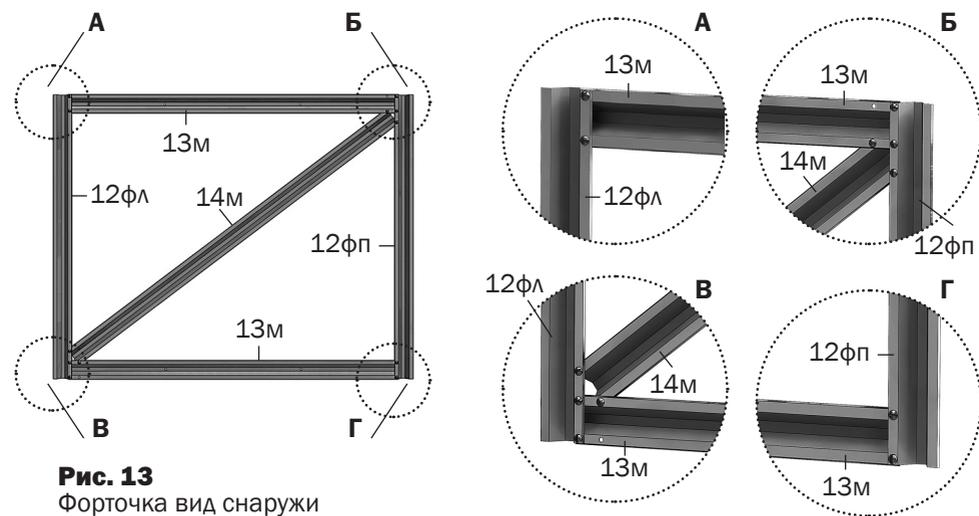
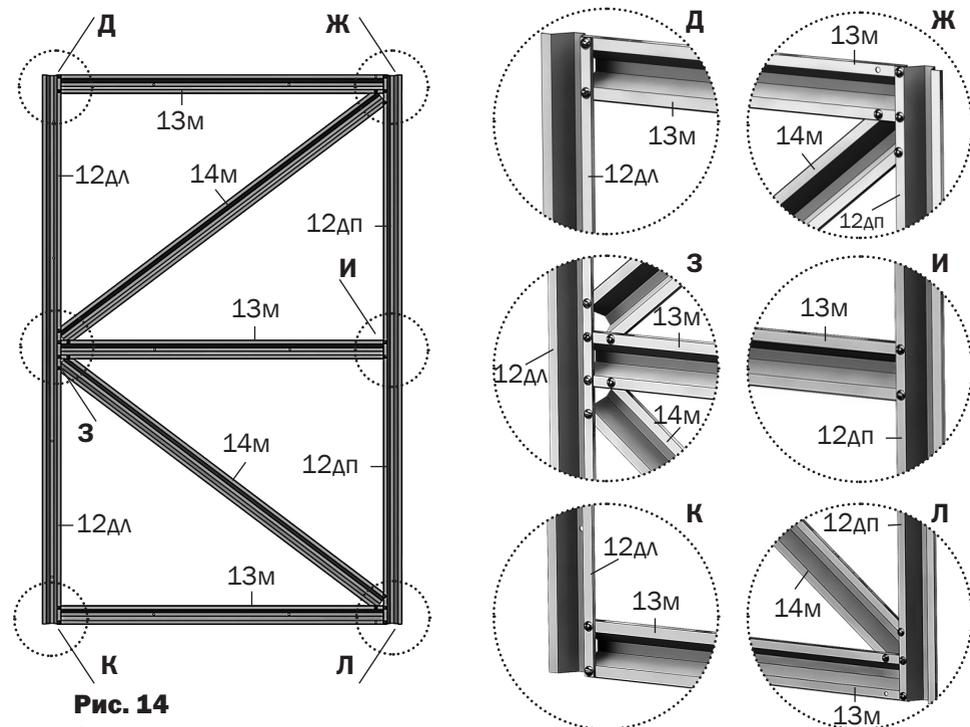

Рис. 13
Рис. 14
детали **12...14** (дверь и форточка) - см. **Рис.13,14**
2. Первоначально надо раскроить лист покрытия для торцов. Для этого соберите двери, форточки (**рис.13, рис.14**) и половину торца из деталей дуг **4ВК, 4НК** и прямолинейных деталей **1, 8П, 11-1, 11-2П, 21П, 9-1П, 9-2П**, временно закрепив загнутые концы деталей **11-2** на отверстия дуги. Не снимая защитной пленки с поликарбоната, разметьте лист покрытия в соответствии с **рис. 3 и рис. 4**